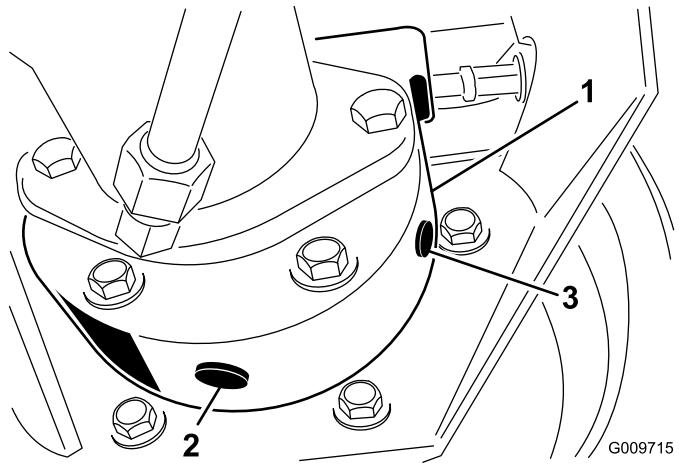

Bild 49
3. Stellen Sie eine Auffangwanne unter das Bremsgehäuse, entfernen Sie die Ablassschraube und lassen das Öl ablaufen (Bild 49).